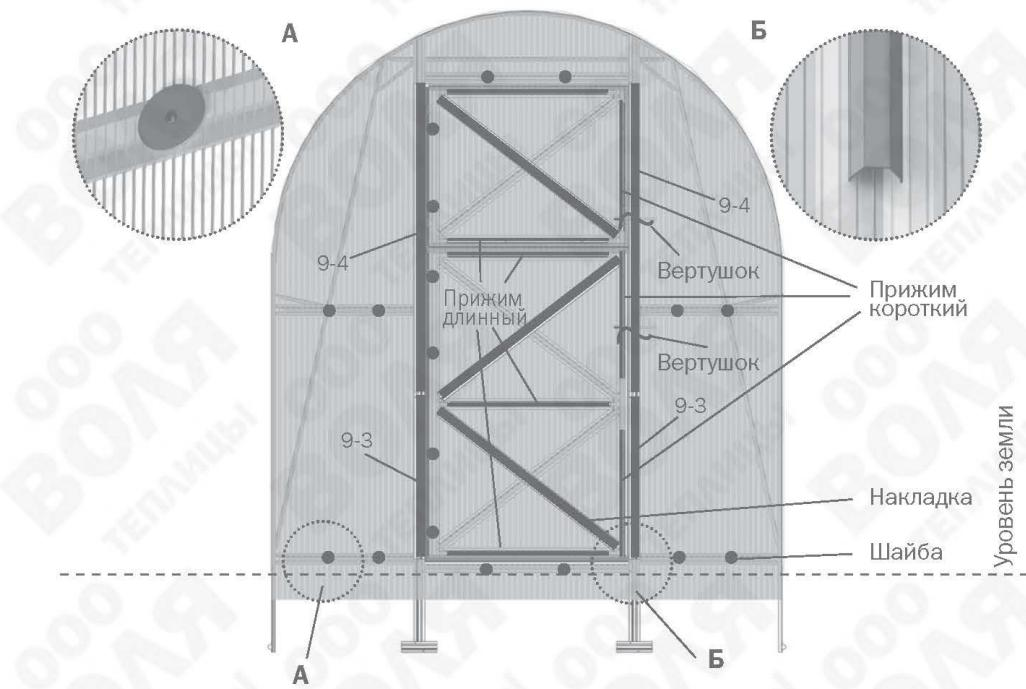

Рис. 21
8. Шайбы и прижимы на торце устанавливаются в соответствии с рис.21.